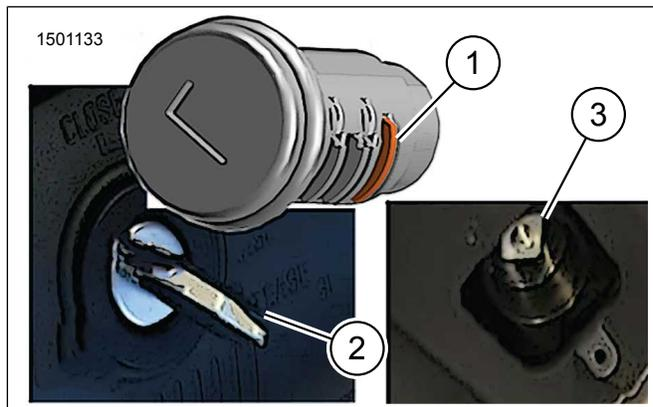
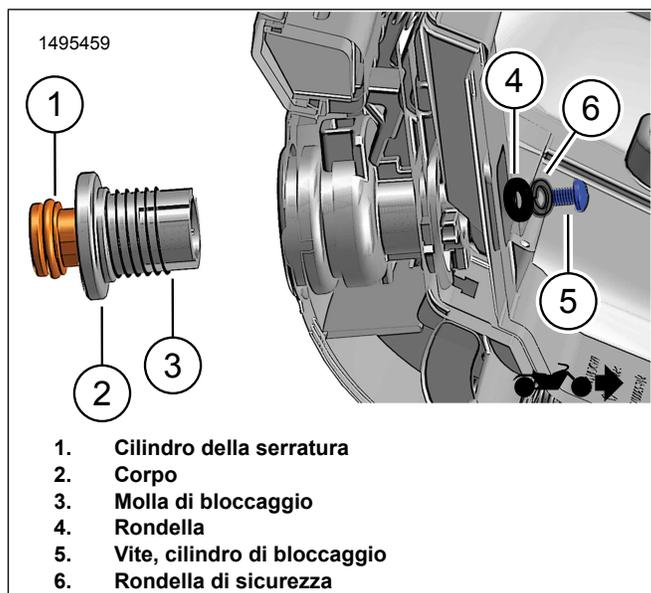

Figura 8. Pistoncino di rilascio - Posizione di rilascio
Figura 9. Installa il blocchetto sulla custodia superiore
1. Figura 8 Posizionare il rotore, impostare sulla posizione di rilascio.
2. Figura 9 Installare l'alloggiamento (2) e la molla di bloccaggio (3) sul cilindro del lucchetto(1).
3. Figura 8 Installare il blocchetto.
- a. Allineare il pistoncino di ritenzione (1) alla posizione di rilascio (2).
- b. La borchia quadrata sul blocchetto deve combaciare con l'apertura quadrata sul rotore (3).
4. Figura 9 Installare la rondella (4), la rondella di sicurezza (6) e la vite (5). Serrare a mano.